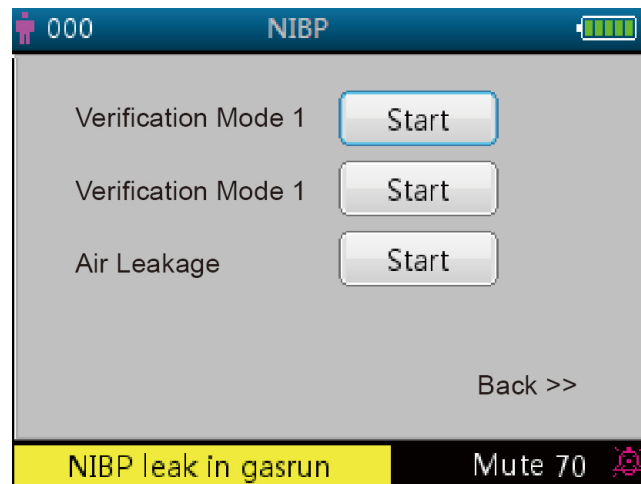

Figura 4.10 Schermata di impostazione della verifica NIBP
- ✧ **"More >>" (Altro):** icona per visualizzare la parte sottostante della pagina. Spostare il cursore all'ultima voce ("Lock") per poi premere brevemente il tasto Giù "  " per accedere alla schermata di impostazione della verifica NIBP, come mostrato in figura 4.10.